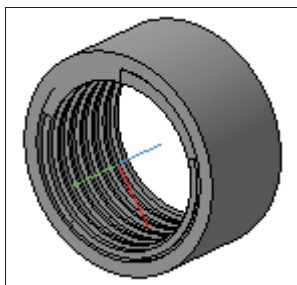

Рис. 22.22. Модель Гайка
- ◆ нажмите кнопку **Создать объект** — спираль на объекте вырезана. У вас должно получиться как на рис. 22.22. Далее вы можете достроить модель самостоятельно в соответствии со своей фантазией или создать новую — с наружной резьбой. На рис. 22.23 представлена модель цилиндрической пружины с зацепами.